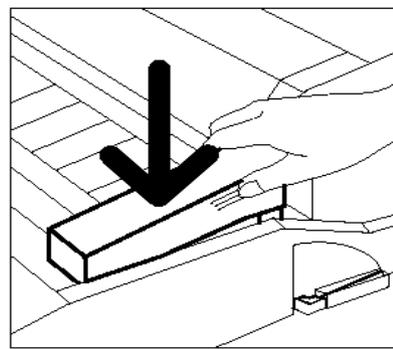

Figure 40 : Installation de la réserve d'huile de four
- 10** Alignez la cartouche avec le transport papier. Enfoncez-la délicatement (figure 40).